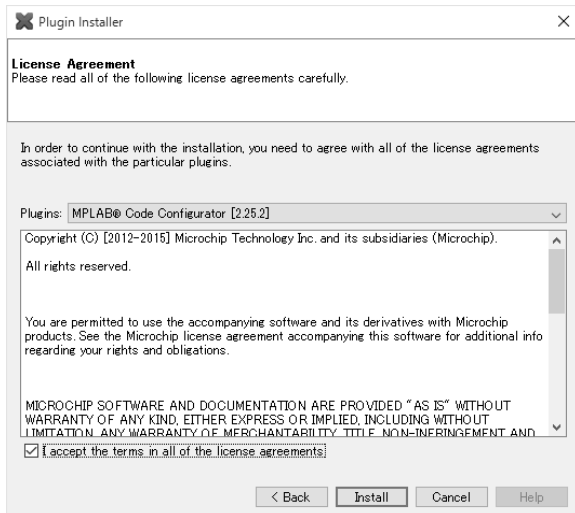

図 1-3 プラグインのインストーラ
3. プラグインのリストの中から「MPLAB Code Configurator」を選択（図 1-3）。